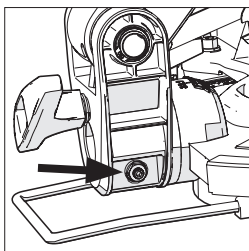

Fig. 11
- Gebruik de inbussleutel om de aanpassingsschroef verder naar binnen of buiten te draaien waar nodig. (Fig. 11)